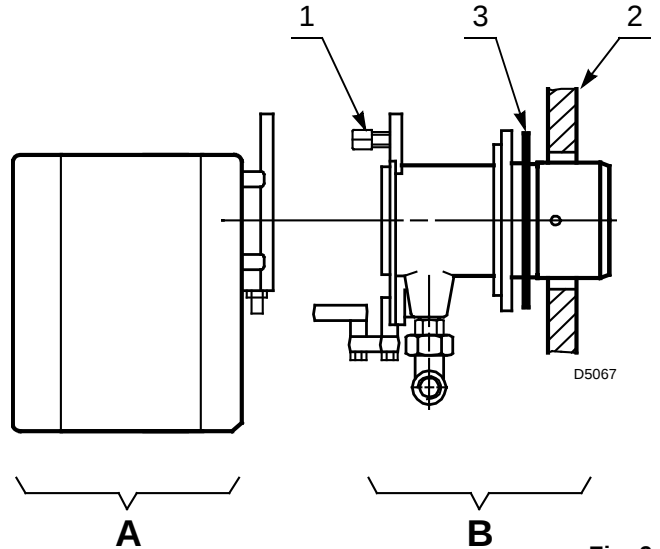

Fig. 9
- Avant l'écrou 1) et en désolidarisant le groupe A)(Fig. 9).
- Fixer le groupe B)(Fig. 9) à la plaque 2) de la chaudière en intercalant l'écran isolant 3) fourni.